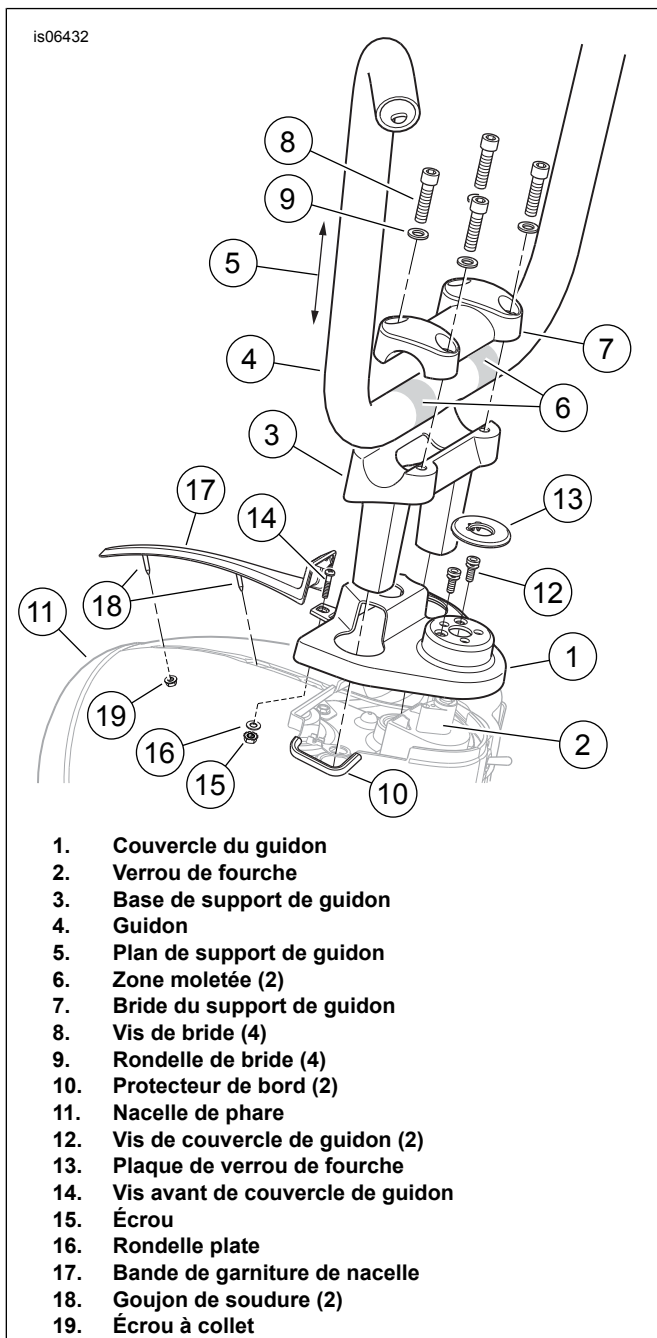

Figure 8. Configuration de support de guidon Ape FLHR
- b. **Modèles Road King** : voir Figure 8 . Placer le couvercle du guidon (1), orienté comme indiqué, sur le verrou de fourche (2).
- c. Insérer les pattes à la base du support de guidon (3) à travers les trous dans le couvercle du guidon, et attacher le support de guidon avec les boulons de montage enlevés plus tôt. Ne pas serrer complètement pour l'instant.
2. Voir Figure 8 . Pour éviter d'endommager la conduite de frein, vérifier que les protecteurs de bord (10) restent installés sur les bords intérieurs de la nacelle du phare (11). Remplacer les protecteurs de bord s'ils sont manquants, fissurés ou endommagés.
4. Voir Figure 8 . Fixer le **nouveau** couvercle de guidon (1) au mécanisme de verrou de fourche (2). **Pour l'Amérique du Nord et les modèles internationaux 2014 et ultérieurs** : utiliser les deux **vis à tête plate** (12) enlevées plus tôt. Serrer les vis à tête plate. **Pour les modèles Australie, Brésil, Angleterre, Europe et Japon 2013 et antérieurs** : utiliser les deux **nouvelles** vis spéciales (H-D pièce no 2935A, achetées séparément). Serrer les vis (12) jusqu'à ce que les têtes de rupture se détachent.
5. Appuyer sur la plaque de blocage de la fourche d'origine (13) pour la mettre en place sur le couvercle du guidon.
6. Insérer la vis (14 retirée plus tôt) à travers le trou situé à l'avant du couvercle du guidon et le haut de la nacelle du phare (11). Atteindre l'intérieur de la nacelle et installer l'écrou (15) et la rondelle plate (16) sur les filets de vis. Serrer.